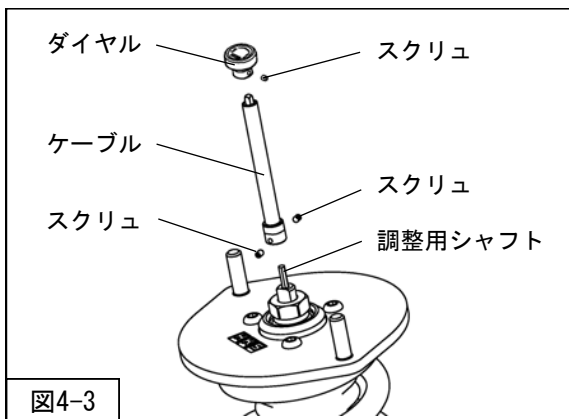

図4-3
3. 減衰力調整ケーブル(同梱品)からダイヤルを取外し、リアショックアブソーバASSY先端の調整用シャフトにケーブルを取付けてください。(図4-3)
スクリュの締付けは六角レンチ(1.5mm・同梱品)を使用してください。(図4-3)
11. ケーブルにダイヤルを取付け、スクリュで固定してください。スクリュの締付けは六角レンチ (1.5mm・同梱品) を使用してください。(図4-3)